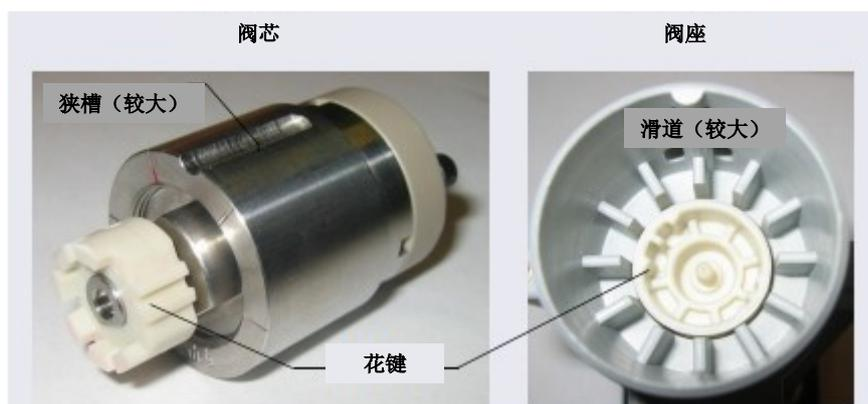

图 10-38. 高压阀阀芯和阀座
7. 将新阀芯（四通，P/N 074699；6 通，P/N 075971；10 通，P/N 075972）的狭槽与 DC 或 AM 上阀座中的滑道对齐（见图 10-38）。阀芯只能通过一种方式安装（一个狭槽比另一个狭槽更窄）。确认狭槽是否与其相应滑道对齐。
8. 还需确认阀芯的两个花键是否与阀座内部的相应花键对齐（见图 10-38）。如有必要，旋转阀芯端部，即可调整花键位置。